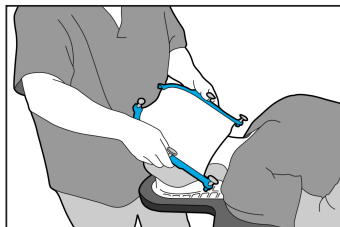

Abb. 2
4. Haken Sie zuerst den Rand des Thermoplastikmaterials unter dem Kinn des Patienten ein, wobei das Thermoplastikmaterial im Winkel von 45° zum Gesicht des Patienten nach oben gehalten wird (Abb. 2).